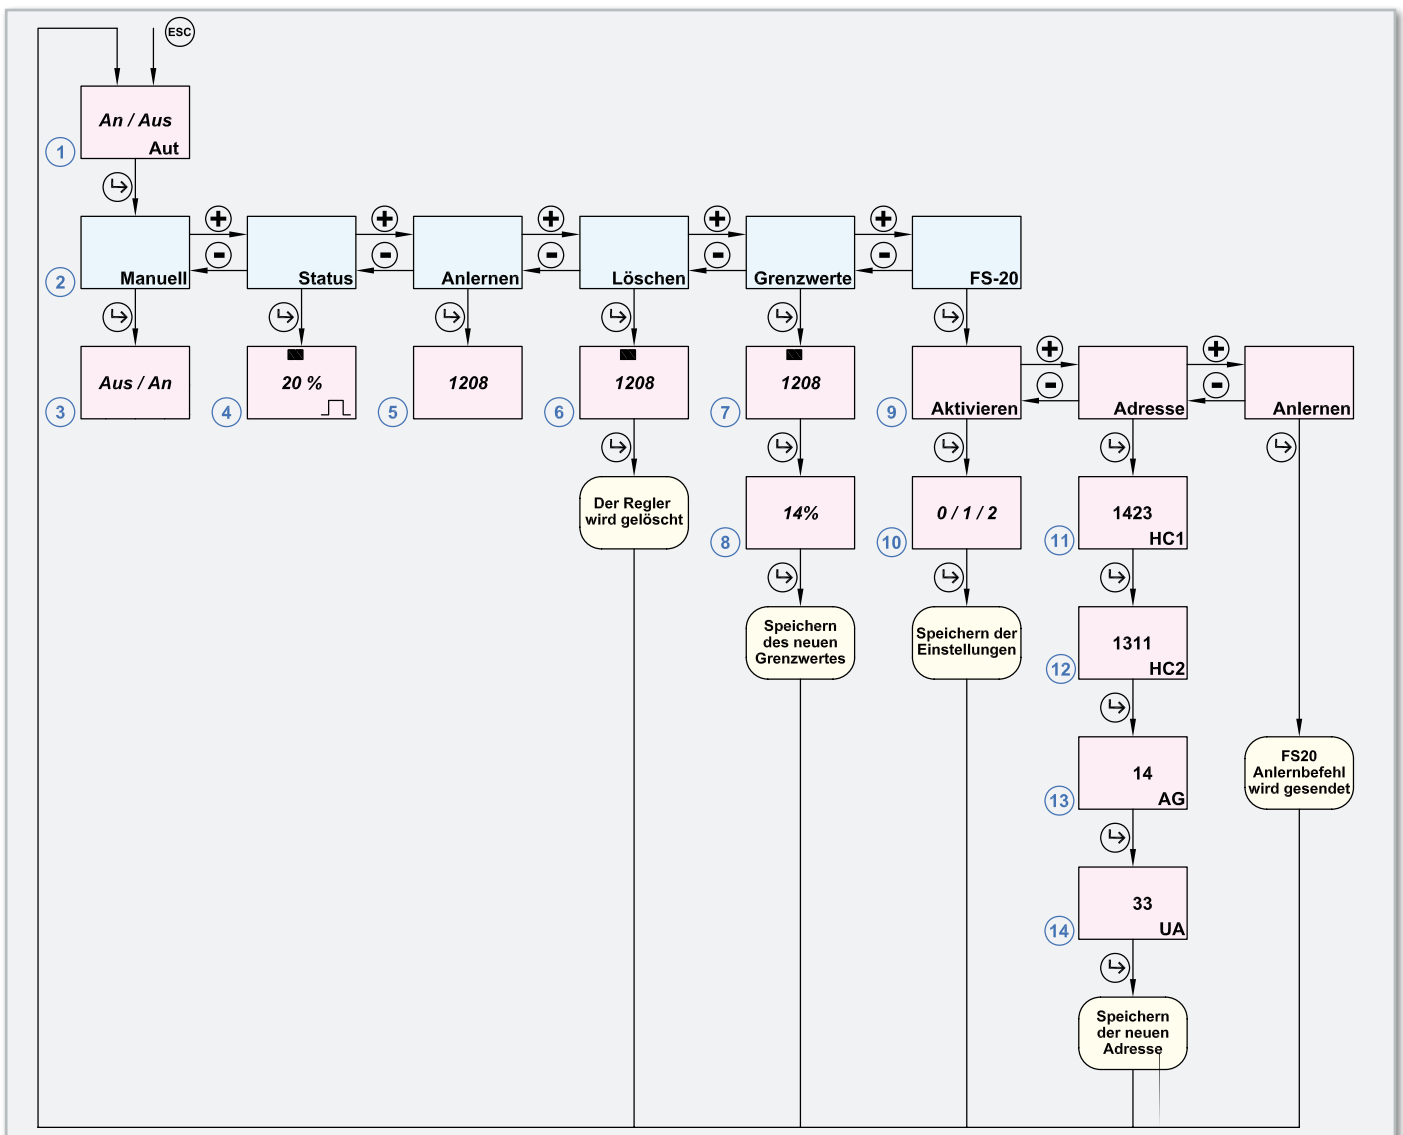

Bild 1: Übersicht über das Bedienmenü des FHT 8W
Die Bedienung des FHT 8W ist im Diagramm in Abbildung 1 übersichtlich dargestellt. Das Gerät startet grundsätzlich im Automatik-Modus (1). Mit der Taste „Menü/Enter“ wird das Hauptmenü aufgerufen (2). Es stehen die Menüpunkte „Manuell“, „Status“, „Anlernen“, „Löschen“, „Grenzwerte“ und „FS20“ zur Verfügung. Der gewünschte Menüpunkt wird mit „+“ und „-“ ausgewählt und mit der „Menü/Enter“-Taste bestätigt.